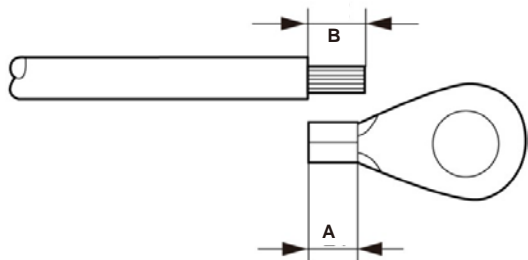

Figura 3.15 Lunghezza adatta
- 3) Spellare la guaina del cavo di terra per una lunghezza adeguata (come illustrato in figura 3.15).